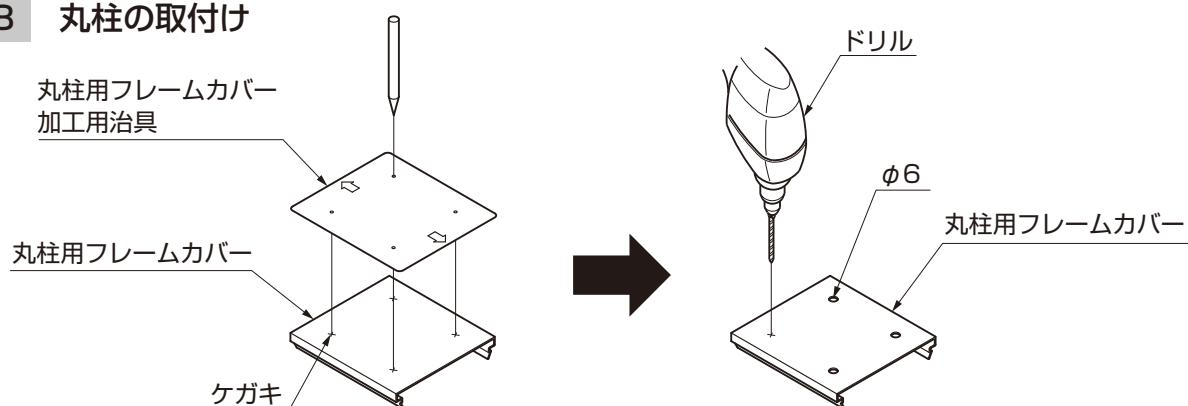

図4-20 丸柱用フレームカバーの加工
- ①丸柱フレームカバー加工治具で丸柱用フレームカバーにケガキ、 ϕ 6の穴加工を行ってください。(図4-20参照)